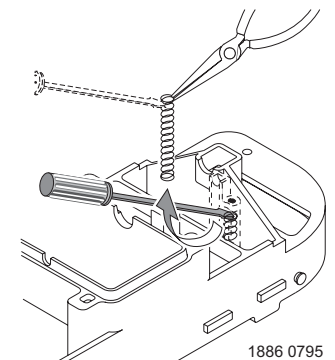

Figure 25
7. À l'aide d'un petit tournevis (comme celui d'un bijoutier), d'un crayon ou la pointe d'un stylo, appuyer sur le ressort hélicoïdal, puis le sortir de l'axe de fixation de la brosse de relevage (Figure 25). Au besoin, remplacer la brosse et le ressort.